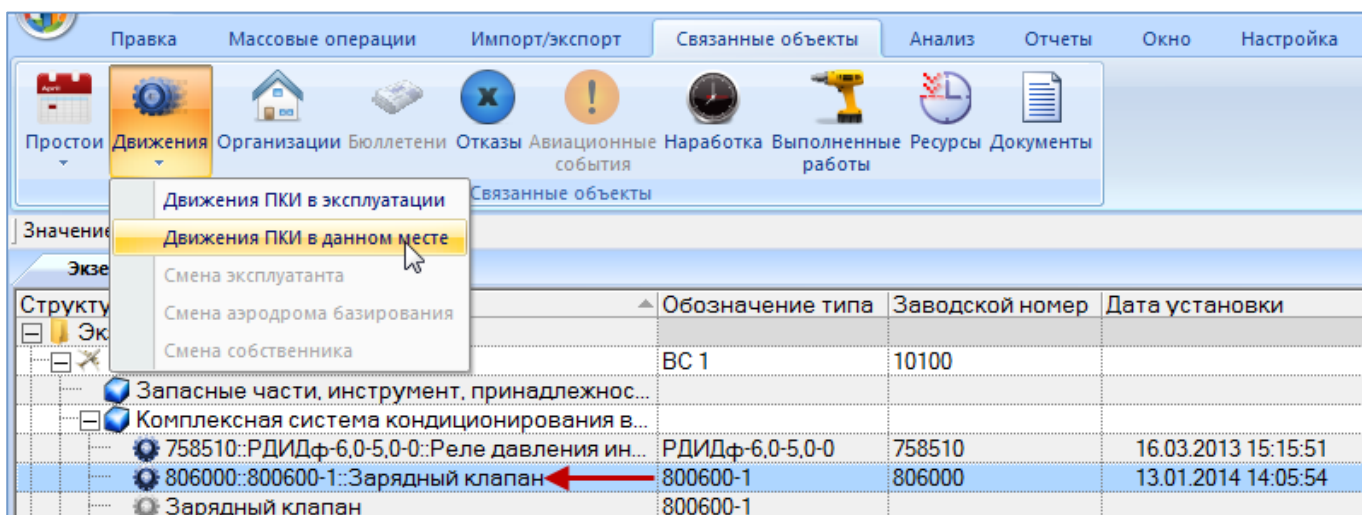

Рис. 13-141 – Открытие окна движений ПКИ в данном месте
- 3) Нажать кнопку «Движения» панели «Связанные объекты» и из раскрывшегося списка выбрать пункт «Движения ПКИ в данном месте» (рис. 13-141).